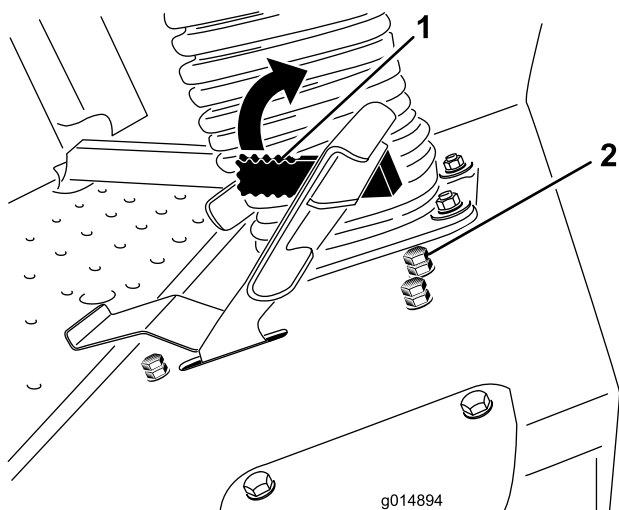

Figure 61
Le levier limiteur de vitesse de tonte (Figure 61) peut être basculé en avant pour limiter la vitesse de déplacement pendant la marche.
3. Desserrez l'écrou de blocage sur le boulon d'arrêt du limiteur de vitesse de tonte (Figure 61).